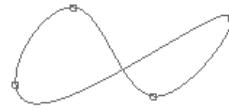

图 3.2.23 闭合的（显示通过点）
- ◆ 选取 **Closed End with Fit Points** 选项，则此时的样条如图 3.2.23 所示。